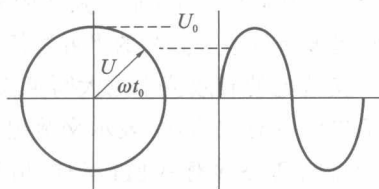

图 1-12 相位图
(13) 相位(Phase)与相位差(Phase Difference)、相序(Phase Sequence)
a. 相位: 相位是反映交流电在任何时刻的状态的物理量(图 1-12)。交流电的大小和方向是随时间变化的, 比如正弦波交流电流, 它的公式是 $i = I_m \sin 2\pi ft$ 。 i 是交流电流的瞬时值, I_m 是交流电流的最大值, f 是交流电的频率, t 是时间。随着时间的推移, 交流电流可以从零变到最大值, 从最大值变到零, 又从零变到负的最大值, 从负的最大值变到零。在三角函数中, $2\pi ft$ 相当于角度, 它反映了交流电在任何时刻所处的状态, 是在增大还是在减小, 是正的还是负的等, 因此把 $2\pi ft$ 叫作相位, 或者叫作相。